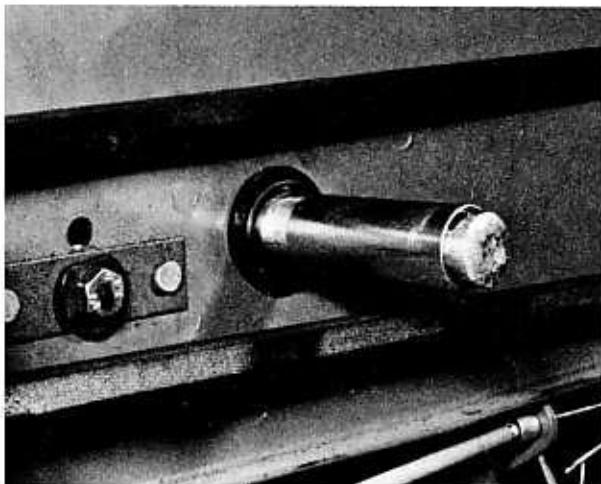

Bild 78
- ben und mit einem Kunststoffhammer leicht auf die Muttern klopfen, um die Keile zu lösen. Die Mutter ganz abschrauben, den Keil herausnehmen und die Tretkurbel abnehmen. Der Anbau erfolgt in umgekehrter Reihenfolge (Bild 78).